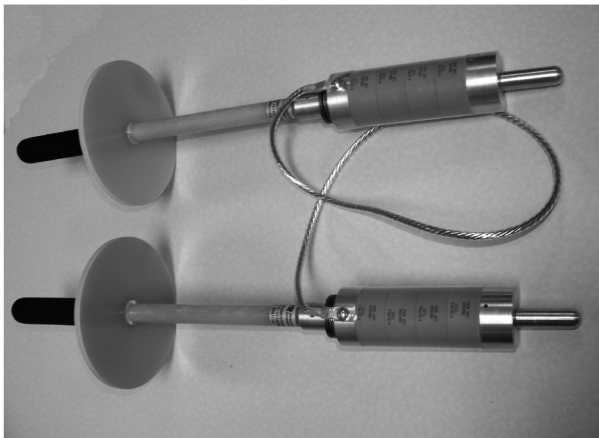

Ilustración 168
1. Antes de utilizar la herramienta de resistores de descarga de manija doble, verifique que el conductor esté firmemente conectado entre cada conjunto de resistor de descarga según se muestra en la Ilustración 168 .